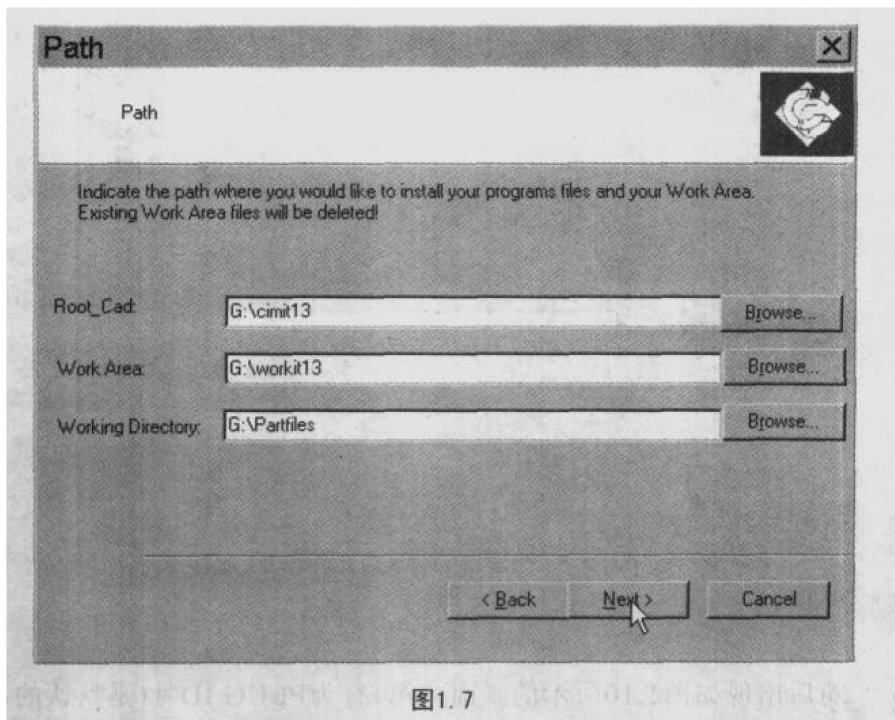

图1.7
- (7) 接下来出现如图1.7所示的安装目录设置画面, 在第1行设定软件的安装目录(可以任意, 但空间要足够), 第2行设定软件的工作区目录(可以任意), 第3行设定软件的工作目录(也就是PFM图档的存放目录), 然后单击Next继续。